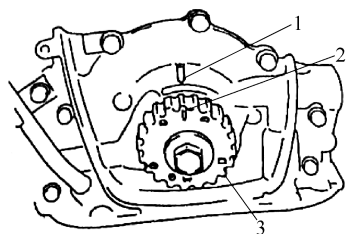

图 6-18 对齐曲轴与机油泵壳上标记
4) 检查曲轴正时带轮上的正时标记 2 是否同机油泵壳上的箭头标记 1 对齐。如果没有，应转动曲轴使其对齐，如图 6-18 所示。注意不要超过转动允许范围。